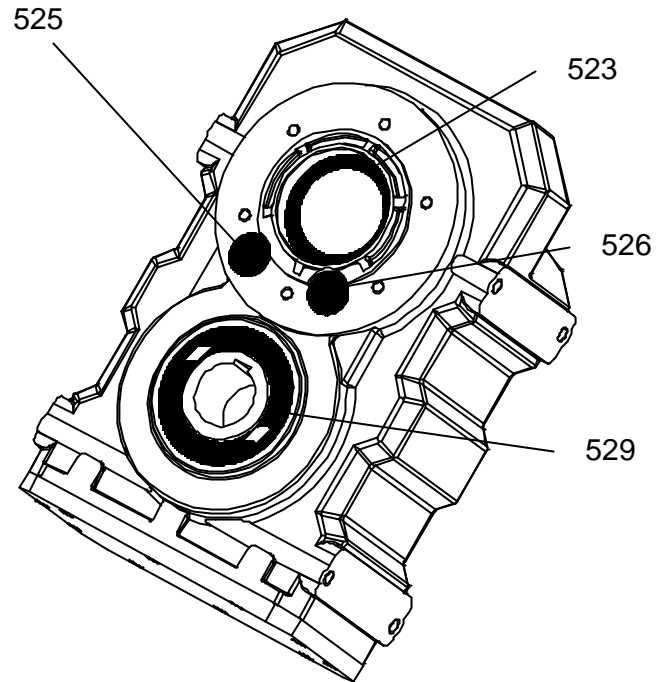

fig 19
2- Se invierte la posición del cuerpo y se procede de manera análoga con los tapones (525 y 526) del lado entrada, así como con el retén de entrada (523).(fig.19).